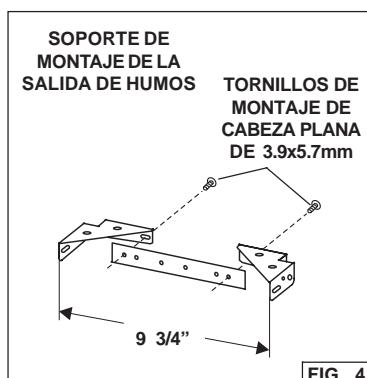

FIG. 4
1. Ensamble el soporte de montaje de la salida de humos, ajustando el ancho exterior tal como se muestra. (Fig. 4)
3. Asegure la unidad de soporte al techo utilizando (2) tornillos de montaje de 4,8 x 38 mm y soportes de muro de mampostería sin mortero. Asegúrese de que el soporte está apretado contra el muro contiguo y centrado sobre la campana.